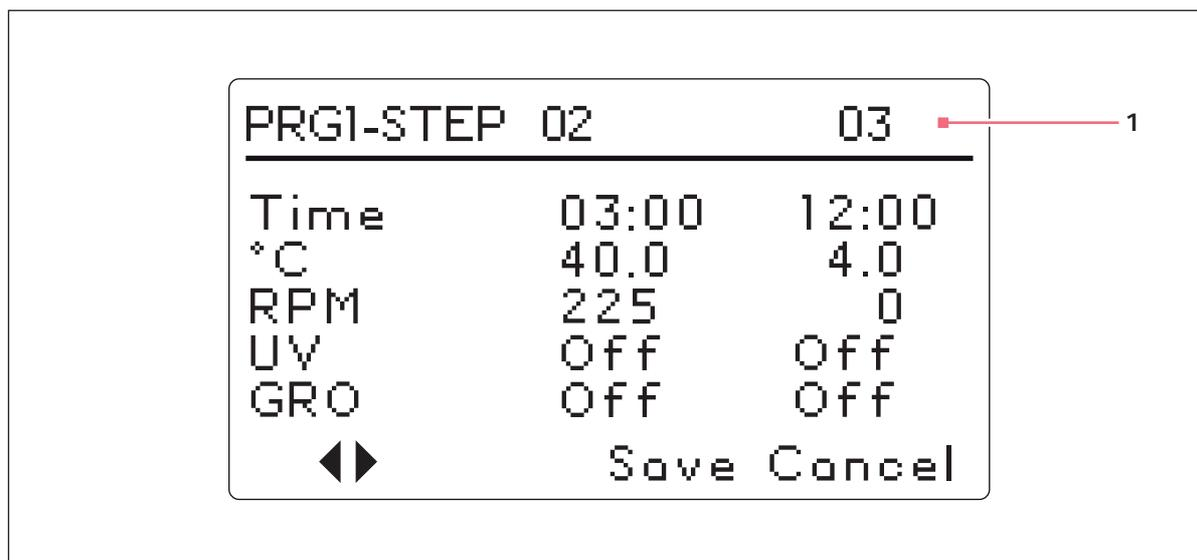

Abb. 5-14: Programm 1, Schritt 3
10. Fahren Sie in der gleichen Weise mit der Programmierung der weiteren Schritte fort. Bis zu 15 Schritte sind möglich. Unser Beispielprogramm besteht nur aus drei Schritten (siehe Abb. 5-14 auf S. 60).